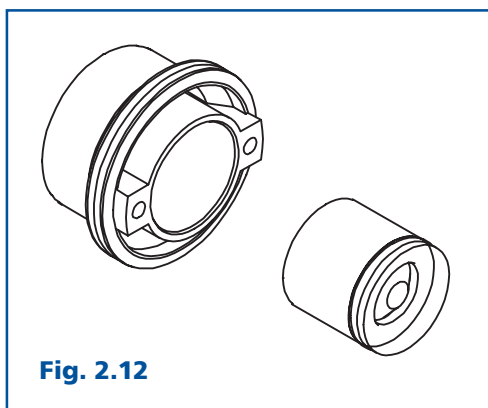

Fig. 2.12
**1) By-pass automatico circuito riscaldamento (Fig. 2.12):** è composto dalla valvola by-pass (simile alla valvola di ritegno utilizzata all'ingresso del circuito primario dello scambiatore secondario) e dal suo alloggiamento. La molla è tarata a 530 g. In caso di utilizzo della pompa ad alta prevalenza dovrà essere sostituita con un'altra con un carico maggiore.